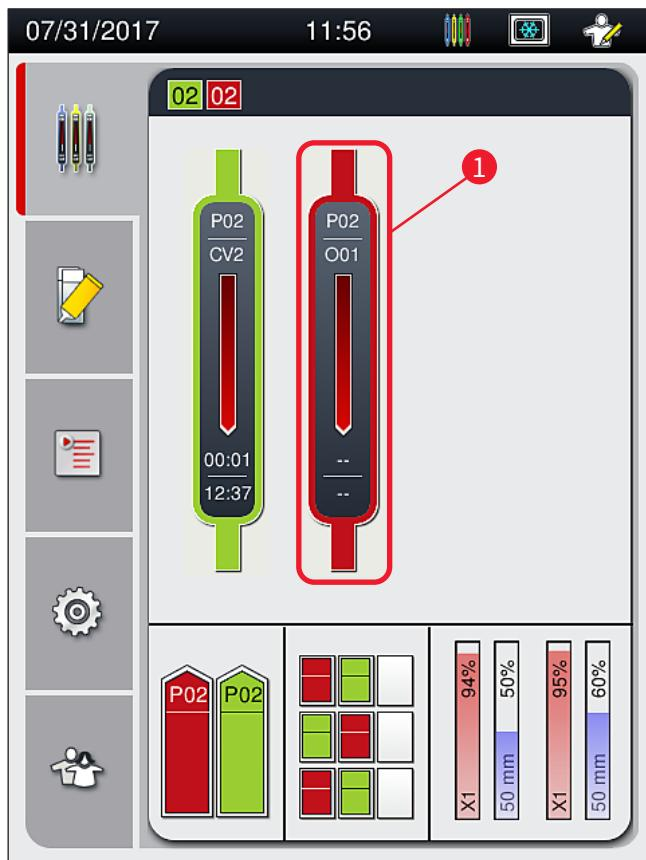

图 78
- ① 只能使用进程状态显示取消盖片操作（→ 图 78）。
按下终止玻片架染色(→图 79-1)按钮后,显示一条信息消息(→图 80)。使用按钮是(→图 80-1)确认取消,或按下否(→图 80-2)返回进程状态显示(→图 78)。